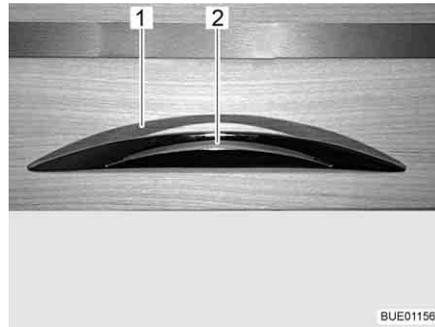

Fig. 53 Trampilla de mueble con tirador de desbloqueo
- Presionar el tirador de desbloqueo (Fig. 53,2) y mantenerlo presionado.
- Tirar del tirador de desbloqueo (Fig. 53,1) hasta que la trampilla de mueble esté abierta.